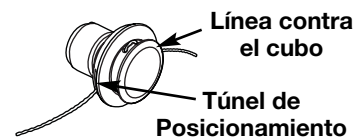

Fig. 13
5. Hale la línea y cerciórese de que la línea esté totalmente extendida a través de los túneles de posicionamiento (Fig. 13).
4. Gire la perilla en sentido horario para ajustarla (Fig. 13).